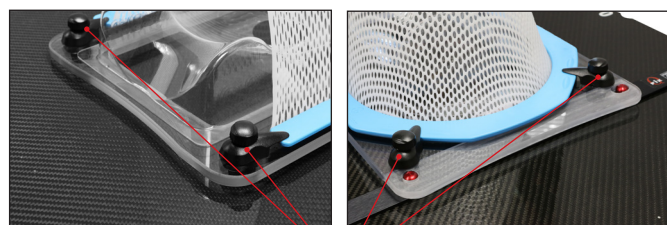

Fig. 4
2. Fissare la maschera utilizzando i blocchi girevoli sulla testiera (Fig. 4).